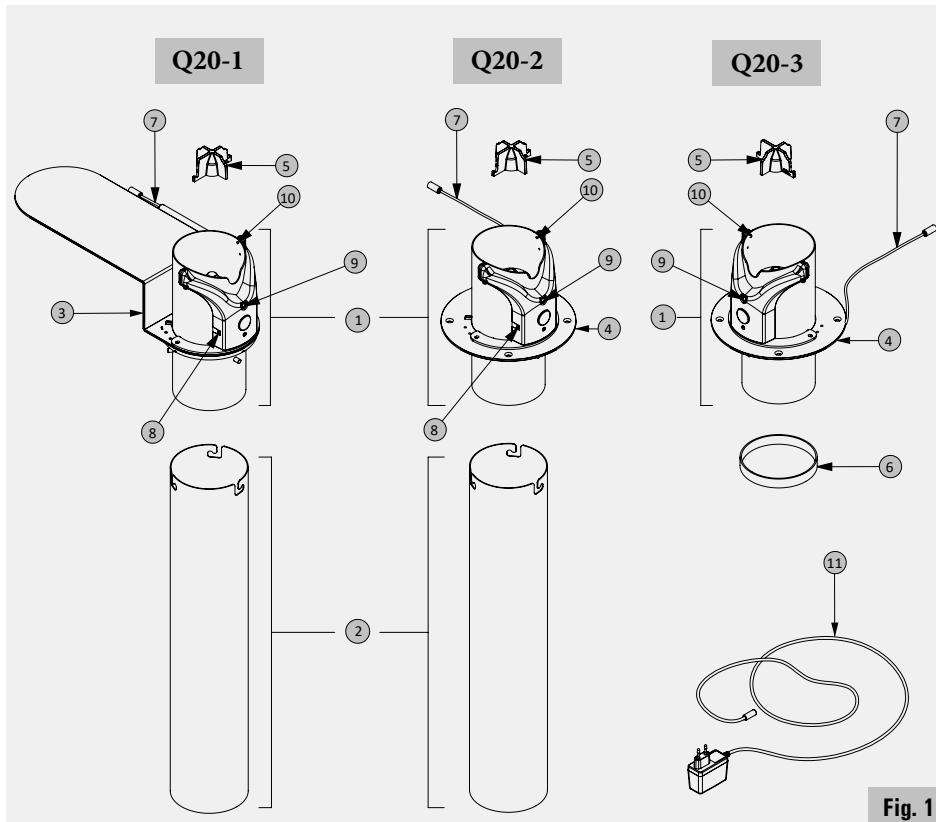

Fig. 1
Componenti principali (Fig.1)
5. Prima di collegare la spina alla presa accertarsi che il l'interruttore ON-OFF (Fig.1) sia in posizione "O" di spento.